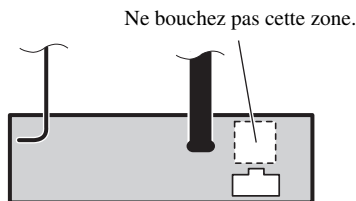

Fig. 5
- Les cordons ne doivent pas recouvrir la zone indiquée sur l'illustration ci-dessous. C'est nécessaire pour permettre à l'amplificateur de rayonner librement. (Fig. 5)